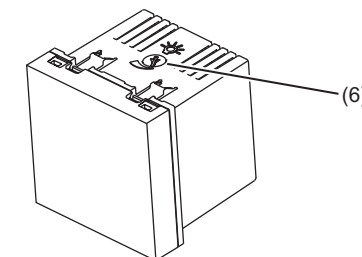

Figura 6: ajuste de luminosidad
- Extraer la pieza central (5) del anillo de sujeción.
- Retirar el marco (2).
- Extraer el mecanismo (1) de la caja empotrable.
- Ajustar el potenciómetro (6) (figura 6).
- Colocar el marco (2) con el anillo de sujeción del mecanismo (6).
- Encajar la pieza central (5).